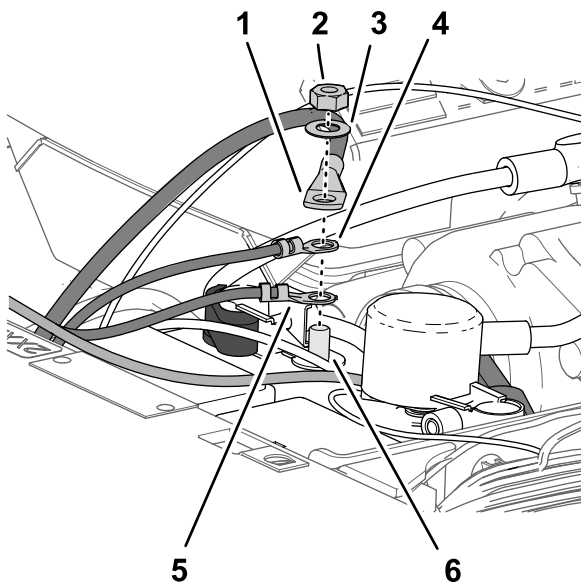

図 211
5. 以下のワイヤおよびケーブル端子を、バッテリーのマイナス端子のねじ山付きポストに、以下の順序で取り付ける図 211